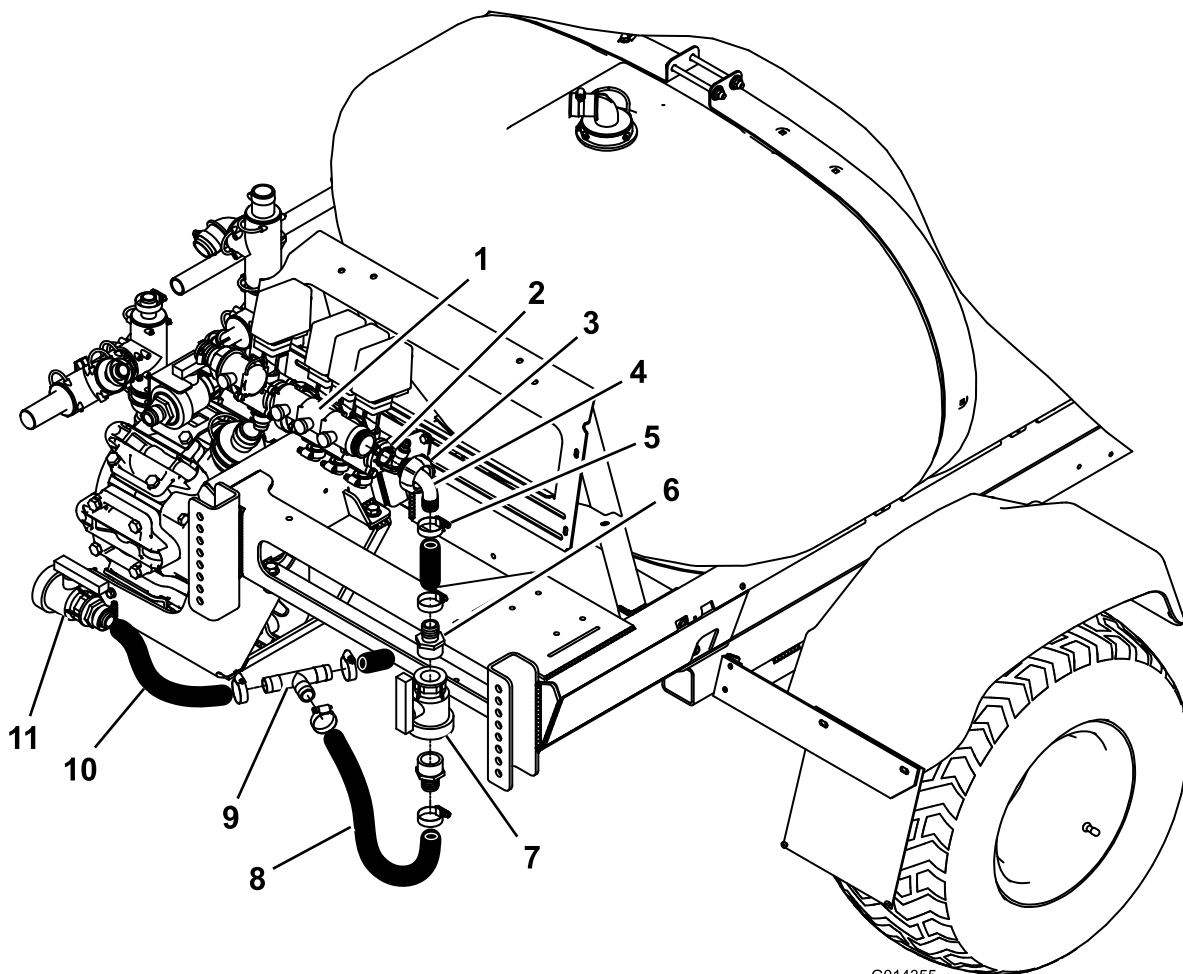

Bild 3
4. Legen Sie den O-Ring auf das geflanschte Ende des 90-Grad-Krümmers und setzen den Krümmer in die rechte Seite des Gegendruckventils (Bild 3).
6. Schneiden Sie den Ablassschlauch unter der Maschine und schneiden ihn 61 cm vom Ablassventil entfernt durch (Bild 3)
7. Schieben Sie eine Schlauchklemme über jedes Schlauchende und befestigen Sie ein gezahntes Schlauch-T-Anschlussstück zwischen den Schlauchenden (Bild 3).
9. Schneiden Sie den Umwälzungsüberlaufschlauch (Bild 3) 5 cm oder 7,6 cm vom Krümmer entfernt ab.
10. Schließen Sie den Umwälzungsüberlaufschlauch vom T-Anschlussstück am Krümmer (Bild 3).
12. Setzen Sie das Kugelventil und die zwei geraden, gezahnten Anschlussstücke und die zwei Schlauchklemmen ein, wie in Bild 3 dargestellt.
13. Befestigen Sie das Kugelventil und die zwei geraden Schlauchanschlussstücke mit den zwei Schlauchklemmen (Bild 3).